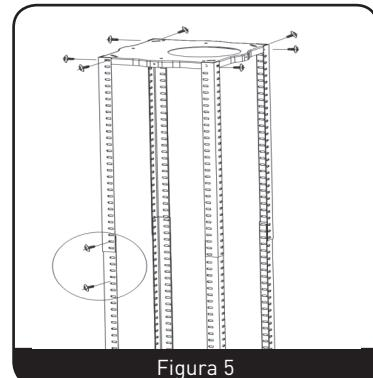

Figura 5
2. Instale los perfiles angulares sobre la placa de fijación y sujetelos a esta utilizando 8 tornillos M5. (Figura 5)
3. Extienda los perfiles de aluminio a la longitud deseada y, a continuación, fíjelos en su sitio utilizando los 16 tornillos y tuercas M5, así como sus correspondientes arandelas metálicas. (Figura 5)